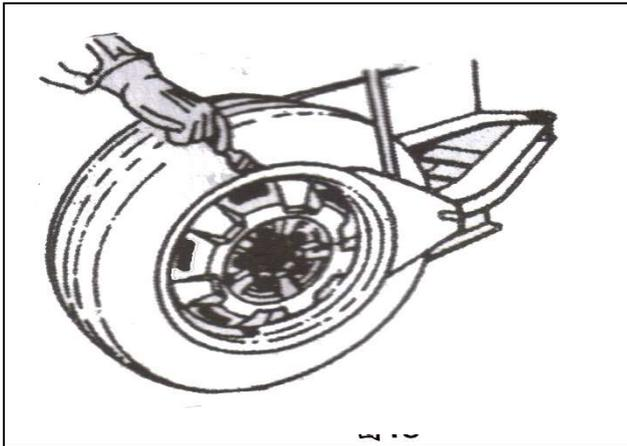

図 18
4.1.2 ビード落しの皿をホイールとタイヤの (図 18) の間にセットして下さい。ペダルを踏み込み、リムからタイヤを外して下さい。タイヤのほかの部位でも同じ作業を繰り返し、タイヤをリムから完全に取外して下さい。リムから取外したフチ付きホイールをターンテーブルにセットします。クランピングペダル (図 2-10) を踏み込みリムを固定します。リムのより内側固定か外側固定かを選択出来ます。